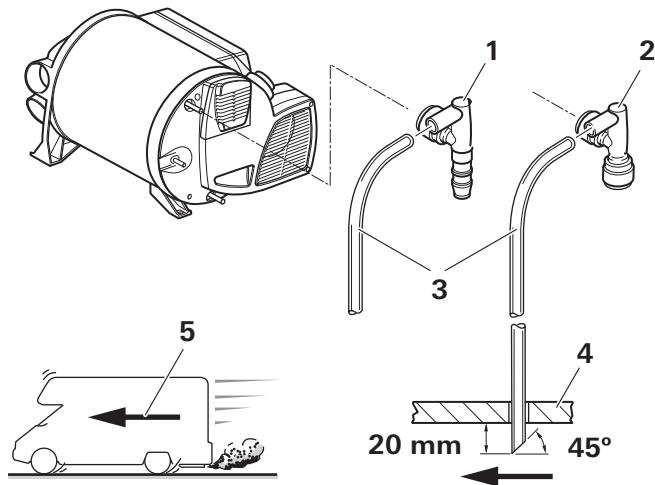

Fig. 35
- Guider le tuyau d'aération par un trou dans le plancher du véhicule et découper environ 20 mm sous le plancher du véhicule 45° à l'oblique par rapport au sens de la marche (Fig. 35).
- Étanchéifier par le bas le vide entre le tuyau et le trou avec un mastic d'étanchéité plastique (Fig. 35).